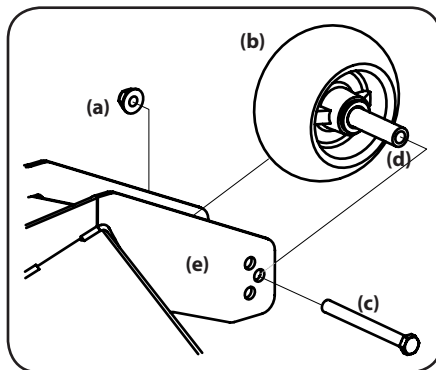

Figure 4-9
2. Retirez l'écrou autobloquant (a) qui sert à retenir la roue de jauge avant (b) au plateau de coupe. Enlevez la roue de jauge avant (b), le boulon (c) et l'entretoise (d). Voir Figure 4-9.